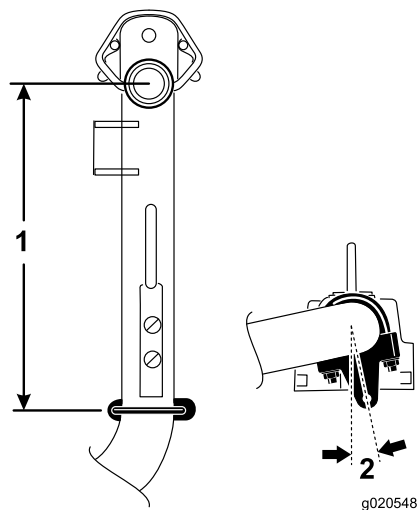

図6
- 昇降アーム6番、7番では、ブラケットとUボルトが、ピボットナックルの中心線よりも37 cm後ろになるように取り付ける図6。